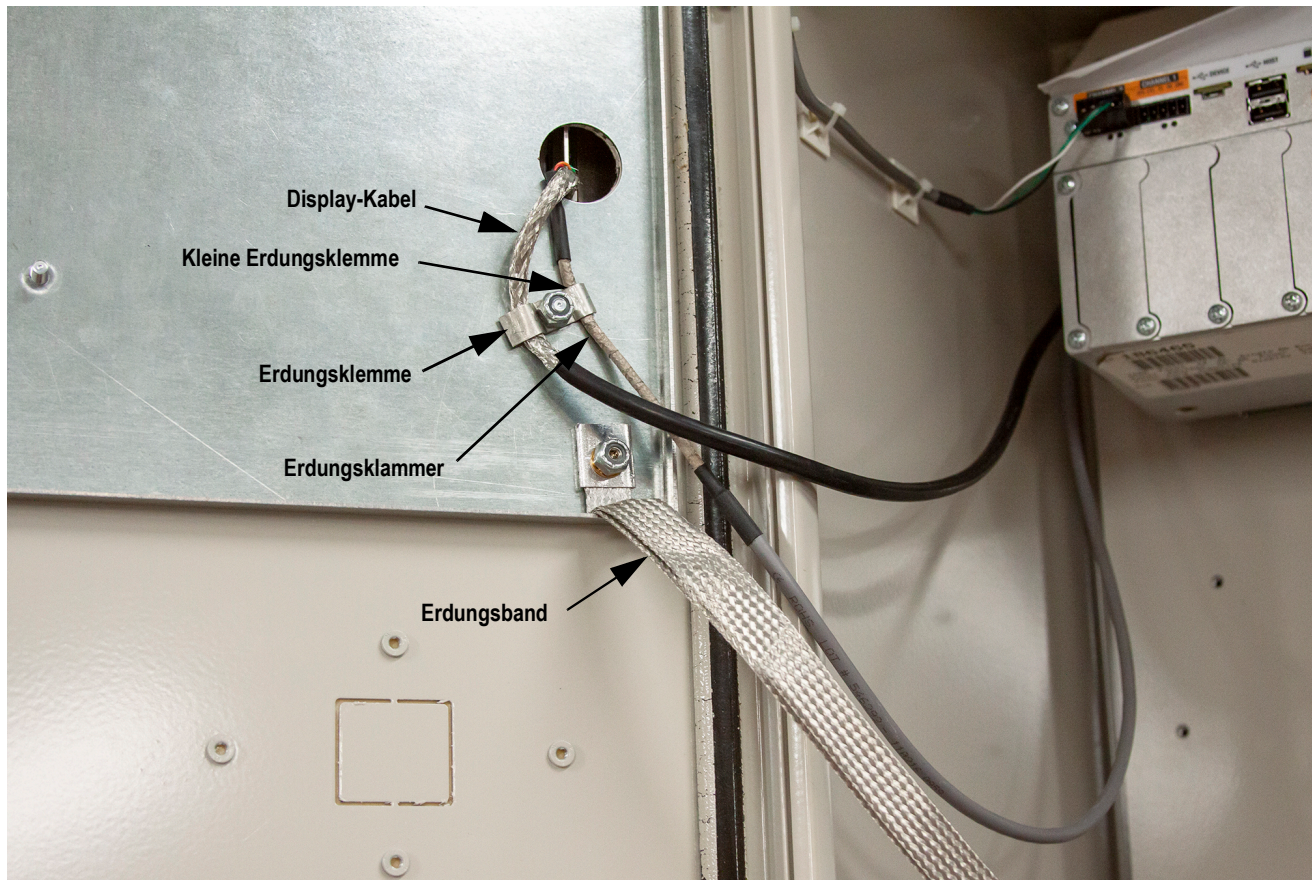

Abbildung 2-30. Schirmerdung für die Schalttafelmontage
**ANMERKUNG:** Abbildung 2-30 dient nur zur Veranschaulichung und repräsentiert nicht unbedingt alle Anwendungen für die Schalttafelmontage. Die Position der Erdung und die Platzierung der Bolzen können variieren.